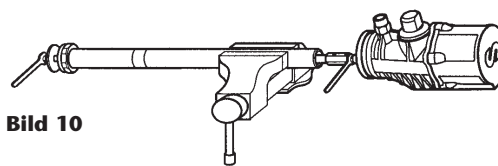

Bild 10
4. Mit einem Schraub Schlüssel die Mutter am unteren Teil des Luftkolbens lösen und die Beilagscheibe entfernen (Bild 10).